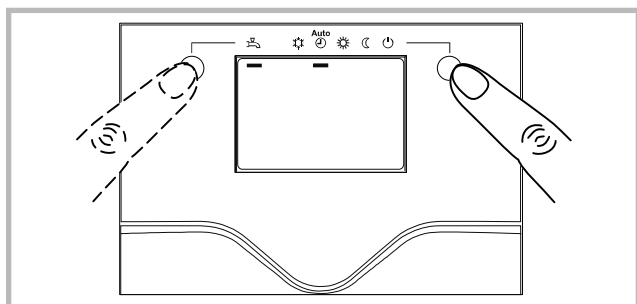

Figure 5 - Sélection du régime de chauffe AUTO et puis du régime ECS (eau chaude sanitaire)
- Sélectionner le régime de chauffe "AUTO" (fig. 5).
- Sélectionner le régime ECS (fig. 5), si l'installation est équipée d'un ballon ECS mixte.